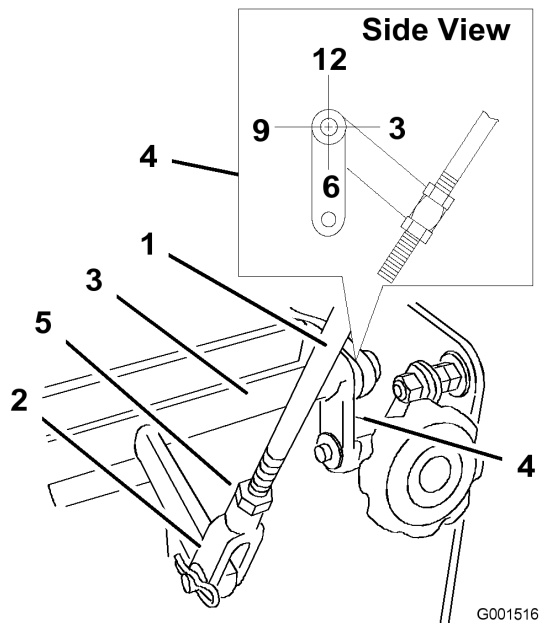

Figura 34
4. Compruebe la orientación de las barras laterales situadas en los extremos de la barra de control de velocidad. Estas barras deben estar orientadas hacia abajo en la posición de las 6 aproximadamente (Figura 34).
5. Ajuste la horquilla enroscada del extremo del acoplamiento de control de velocidad hasta que las barras estén en la posición de las 6 (Figura 34).